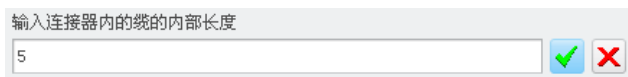

图 17.2.9 连接器内部的线缆长度
(4) 定义连接器内部的线缆长度。在“选择”对话框中单击 **确定** 按钮，在系统弹出的图 17.2.9 所示的文本框中输入连接器内部的线缆长度值 5，单击  按钮。